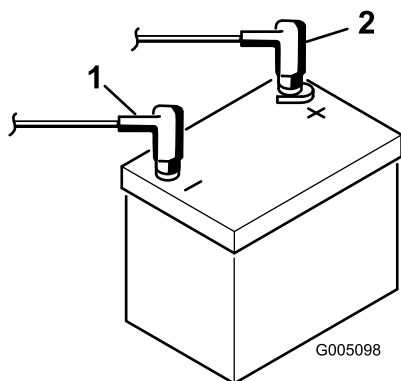

Figura 6
2. Dal solenoide del motorino di avviamento, collegate il cavo positivo (rosso) della batteria al polo positivo (+) della batteria (Figura 6). Fissatelo saldamente con una chiave e spalmate della vaselina sul morsetto. Verificate che il cavo non tocchi il sedile in posizione più arretrata, per evitare danni o usura del cavo.